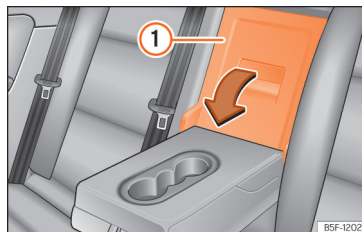

Рис. 199 Заднє сидіння: відкриття люка
- Потягніть за ручку та відкрийте кришку люка >>> **рис. 199** ① вперед.